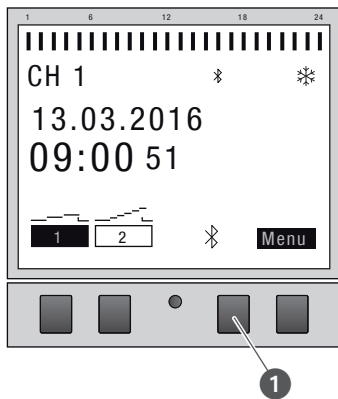

Fig. 27: Établissement de la connexion Bluetooth à l'horloge modulaire
1. Appuyez sur la touche Bluetooth (Fig. 27/①) de l'horloge modulaire.